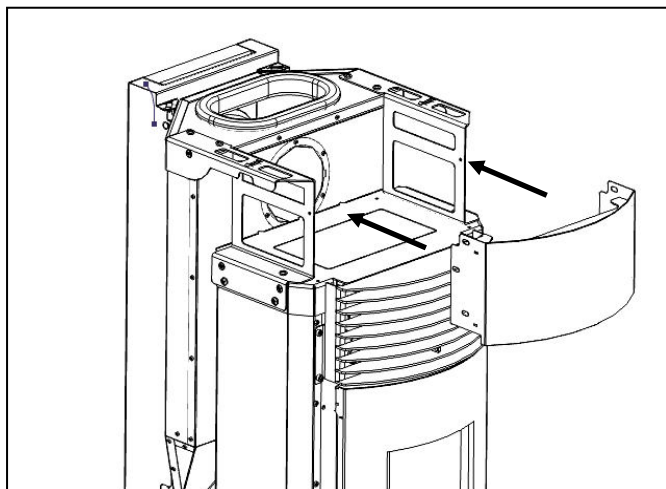

Figura 73 - Encaixe do frontal da estrutura
b) Colocar o frontal superior como demonstra a Figura 73, posicionando as abas da peça frontal na face interna da estrutura.